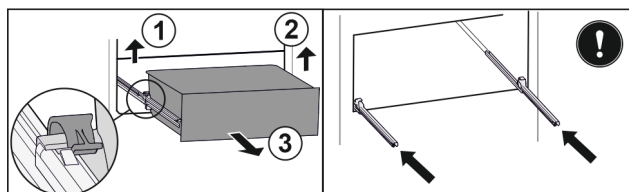

Fig. 38\*
- ▶ Linker klem optillen en gelijktijdig de lade links naar voren trekken Fig. 38 (1).\*
- ▶ Rechter klem optillen en gelijktijdig de lade rechts naar voren trekken Fig. 38 (2).\*
- ▶ Lade er naar voren uitnemen Fig. 38 (3).\*